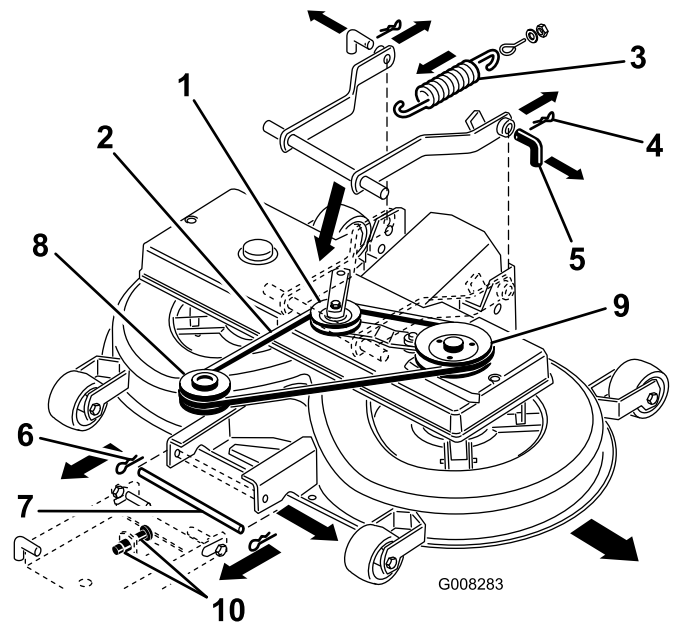

Bild 39
8. Ziehen Sie den Spannarm nach innen. Nehmen Sie den Keilriemen von der Scheibe ab (Bild 39).
9. Nehmen Sie die Feder vom Schalthebel ab (Bild 39).
11. Entfernen Sie die zwei Splintclips von den zwei hinteren Stiften und nehmen Sie die Stifte ab (Bild 39).
12. Entfernen Sie den Splintclip vom vorderen Stift und nehmen Sie den Stift ab (Bild 39).
13. Entfernen Sie den Keilriemen von der Motorscheibe (Bild 39).
7. Drehen Sie den unteren Stift der Einstellung für die vordere Aufhängung in die untere Stellung der geschlitzten Löcher. Stellen Sie hierfür die 2 Muttern (M12) an der vorderen Aufhängung ein (Bild 39).